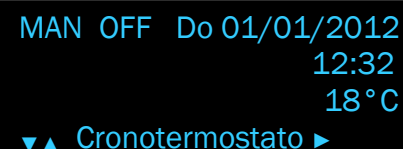

FIG. 4-24
4. scorrere il menù con il tasto  fino a trovare la sezione "Cronotermostato" (fig. 4-24);